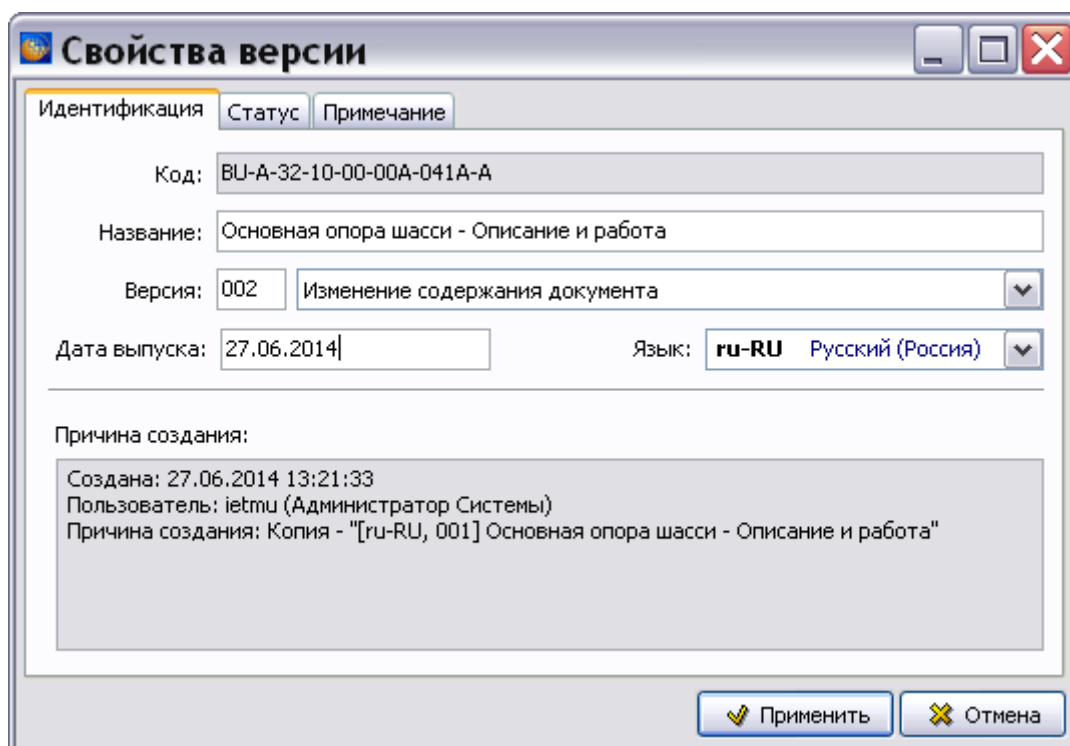

Рис. 20.17
6. Введите причину «Изменение содержания документа» и нажмите Ок. После этого появится окно **Свойства версии** (Рис. 20.17).